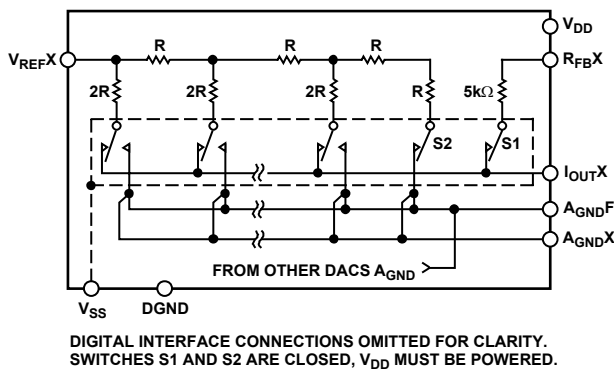

図25. 一般的な等価 DAC チャンネル
各デバイスは、4 個の電流切替型の R-2R ラダーDAC を内蔵しています。図 25 に一般的な等価 DAC を示します。各 DAC には、外付け I/V 変換アンプと組み合わせて使用するマッチング帰還抵抗が内蔵されています。 R_{FBX} ピンは、外付けアンプの出力に接続されます。 I_{OUTX} ピンは、外付けアンプの反転入力に接続されます。 A_{GNDX} ピンは、16 ビット精度を必要とする負荷ポインタヘケルピン接続する必要があります。これらの DAC は、負または正のリファレンス電圧で動作するようにデザインされています。 V_{DD} 電源ピンは、ロジックが DAC スイッチのオン状態とオフ状態を駆動するときのみに使います。内蔵の 5 k Ω 帰還抵抗と直列にマッチング・スイッチが使用されていることに注意してください。 R_{FB} を測定する際には、連続性を維持するために V_{DD} に電源を接続してください。追加の V_{SS} バイアス・ピンは、高温アプリケーションでサブストレートをガードするために使って、10°C ごとに 2 倍になるゼロ・スケール・リーク電流を小さくします。DAC 出力電圧は、次式の V_{REF} とデジタル・データ (D) で決定されます。